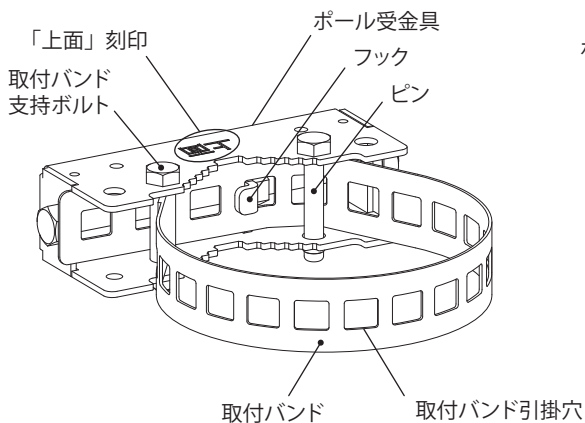

図5
3. ポール受金具の「上面」刻印が上側になる向きで、取付バンドをポールに巻きつけ、ポール受金具のフックに取付バンド引掛穴を引掛けます。取付バンドのたるみはなるべく小さくなる様にしてください。(図5)
4. 取付バンドをポール受金具側に引き寄せ、ピン穴よりポール受金具側に取付バンドがくるようにピン穴にピンを挿入してください。PM-○12 (適用ポール径φ80～120mmの金具) は内側のピン穴へ、その他の機種は外側のピン穴を使用してください。(図5、6、7)